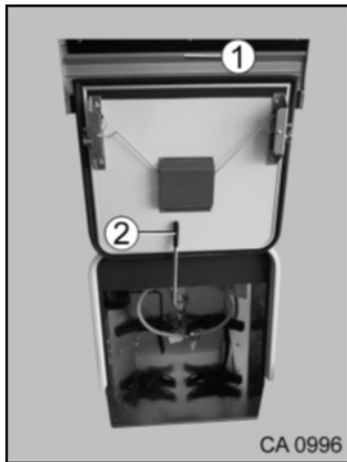

Fig. 68 Portillon du coffre à gaz
Tenir le portillon du coffre à gaz ouvert avec la min jusqu'à ce qu'il soit sécurisé avec le levier (Fig. 68/2).
2. Soulever la serrure avec la main et pivoter le portillon du coffre à gaz (Fig. 68/1) vers le haut.
3. Tenir le portillon du coffre à gaz (Fig. 68/1) avec les mains.
4. Tirer le levier (Fig. 68/2) vers l'avant et vers la gauche jusqu'à ce qu'il soit en position verticale.
1. Tirer le levier (Fig. 68/2) vers l'avant et vers la droite jusqu'à ce qu'il soit en position horizontale. Ensuite, glisser le levier vers l'arrière.
2. Guider le portillon du coffre à gaz (Fig. 68/1) vers le bas et le fermer complètement en exerçant une pression sur la serrure.